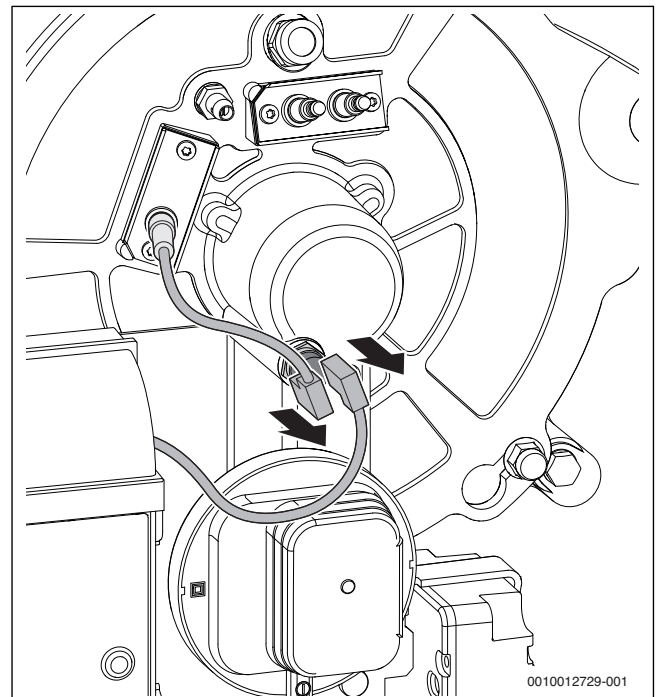

Bild 94 Stecker am Temperaturwächter abziehen
▶ Stecker am Temperaturwächter abziehen (→ Bild 94)